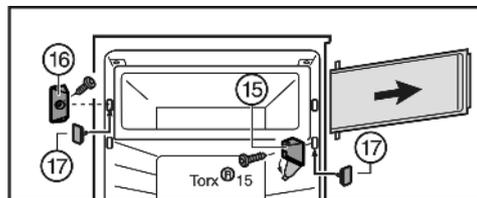

Fig. 11
- ▶ Abdeckung am Lagerbock Fig. 11 (15) wegklappen.
- ▶ Lagerbock Fig. 11 (15) mit der Fachtür abschrauben.
- ▶ Verschlussstück Fig. 11 (16) abschrauben.
- ▶ Die freigewordenen Löcher mit beiliegenden Stopfen Fig. 11 (17) verschließen.